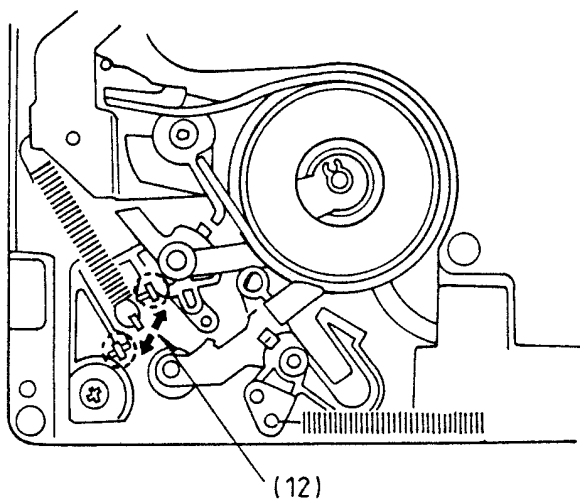

Fig. 21
- Weicht der abgelesene Bandzug vom Sollwert 0,2N ... 0,25N ab, den Bandzug durch Umhängen der Feder (12) auf den Sollwert einstellen (Fig. 21).
- If the measured value is different from the specified value of 0.2N ... 0.25N, relocate the spring (12) to obtain the specified value (Fig. 21).
- Se il valore misurato si scosta da quello nominale (0,2N ... 0,25N), correggere la tensione del nastro spostando in un'altra tacca la molla (12), fig. 21.